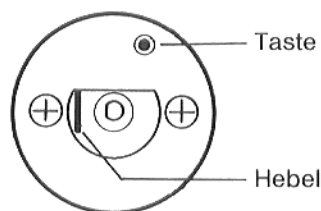

Abb. 5
7. Hebel oder Taste (je nach Reglertyp) mit Schraubendreher o. ä. nach hinten drücken und so lange festhalten, bis der Sicherheitstemperaturbegrenzer auslöst (Abb. 5).